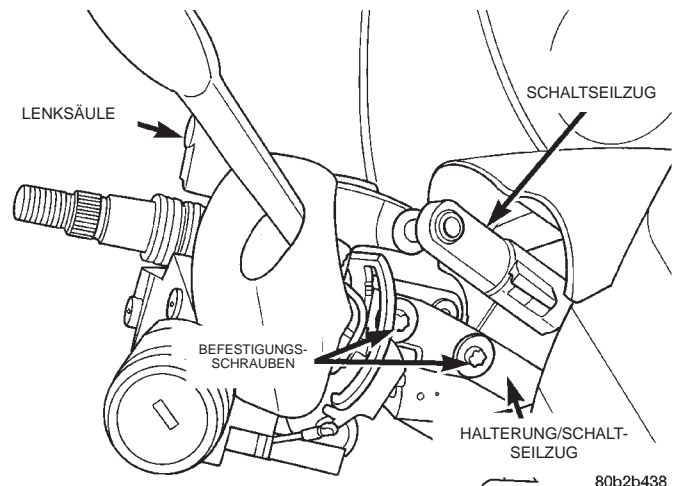

Abb. 22 Halterung/Schaltseilzug an Lenksäule
(28) Halterung des Schaltseilzugs von der Lenksäule abbauen (Abb. 22). Die Halterung ist mit zwei Schrauben befestigt (Abb. 22).
(6) Halterung des Schaltseilzugs an der Lenksäule anbauen (Abb. 22). Die Halterung wird mit zwei Schrauben befestigt.